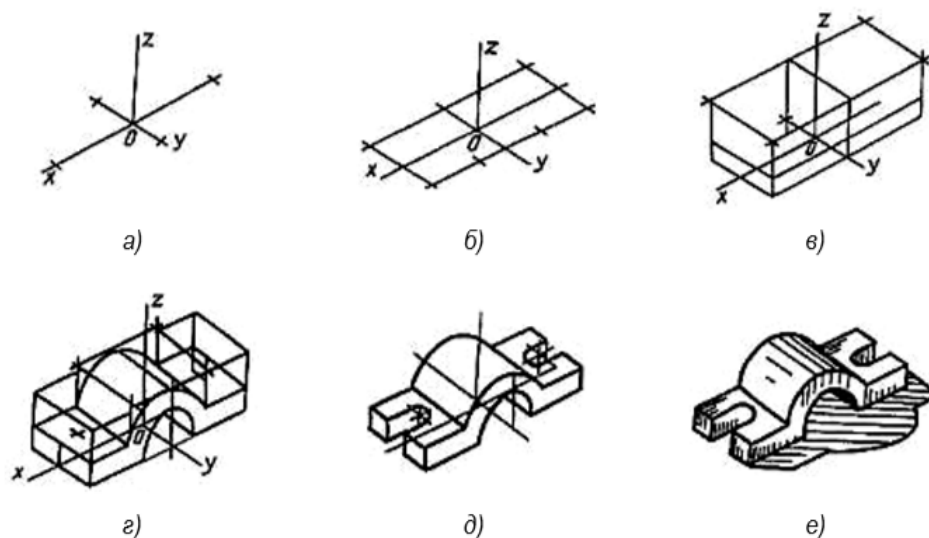

Рис. 81. Последовательность выполнения технического рисунка
1. В выбранном на чертеже месте строят аксонометрические оси и намечают расположение детали с учетом максимальной ее наглядности (рис. 81, а).
2. Отмечают габаритные размеры детали, начиная с основания, и строят объемный параллелепипед, охвативший всю деталь (рис. 81, б).
3. Габаритный параллелепипед мысленно расчлняют на отдельные геометрические формы, составляющие его, и выделяют их тонкими линиями (рис. 81, в).
4. После проверки и уточнения правильности сделанных намёток обводят линиями необходимой толщины видимые элементы детали (рис. 81 г, д).
5. Выполняют штриховку и выполняют соответствующую дорисовку технического рисунка (рис. 81, е).